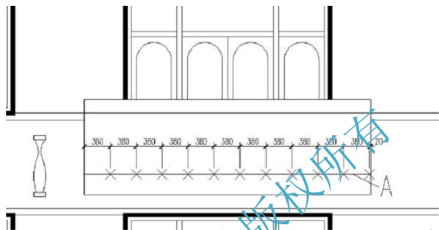

图 4.57 定距等分插点
(1) 执行菜单栏中的【绘图】|【点】|【定距等分】命令（快捷键 ME）。
① 在**选择要定距等分的对象**：提示下，单击 A 线的左半部分，选择 A 线。
② 在**指定线段长度或 [块(B)]**：提示下，输入“380”，表示从 A 线左边开始，用 380mm 的距离对 A 线进行测量。结果从 A 线左端点每 380mm 插入一个点，如图 4.57 所示。